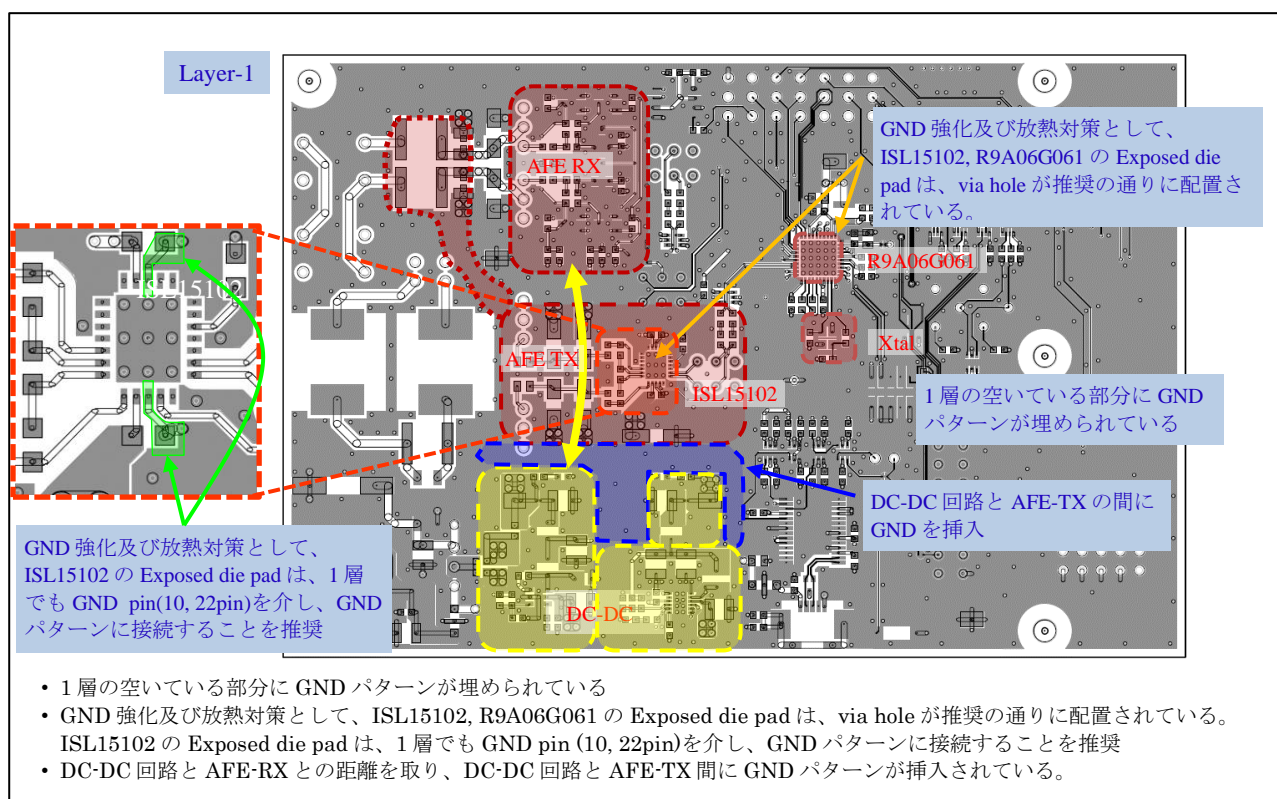

Figure 5-2 R9A06G061 と ISL15102 の Exposed die pad と GND パターンの接続例 (1 層)
- 1 層では、放熱性を高めるため、ISL15102 の Exposed die pad は極力 1 層の GND プレーンと接続してください。(1 層の接続例を Figure 5-2 に示します)